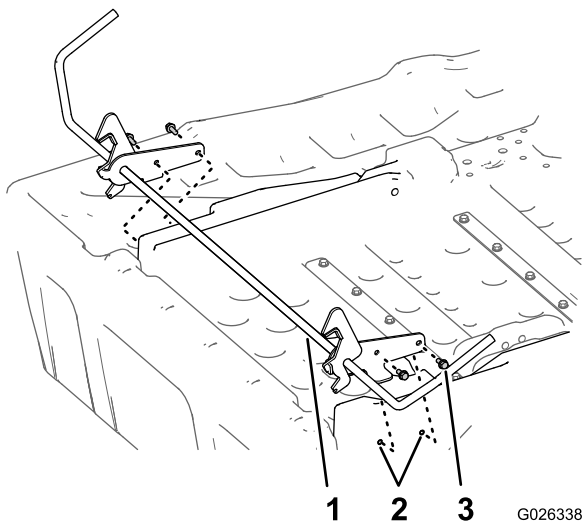

Figure 10
1. Alignez les trous du dispositif de verrouillage du kit sur l'insert fileté du plateau neuf (Figure 10).
2. Fixez le dispositif de verrouillage au plateau avec 4 boulons à embase (5/16 x 3/4 po) ; voir Figure 10.